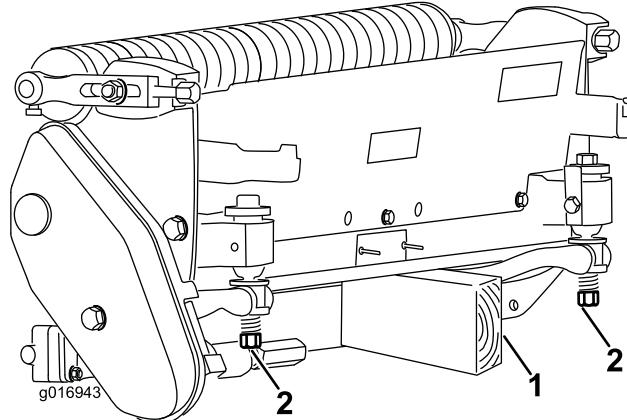

図 3
カッティングユニットを傾けてベッドナイフとリールが見えるようにする際には、ベッドバー調整ねじが床や作業台上に押し付けられることのないよう、カッティングユニット後部に支えを入れて浮かせてください図 3。
**重要**ユニット左右についているベッドバー調整ねじのナットが床に当たっていないことを確認してください図 3。
**重要** カッティングユニットを傾けてベッドナイフとリールが見えるようにする際には、ベッドバー調整ねじが床や作業台に押し付けられることのないよう、カッティングユニット後部に支えを入れて浮かせてください図 3。